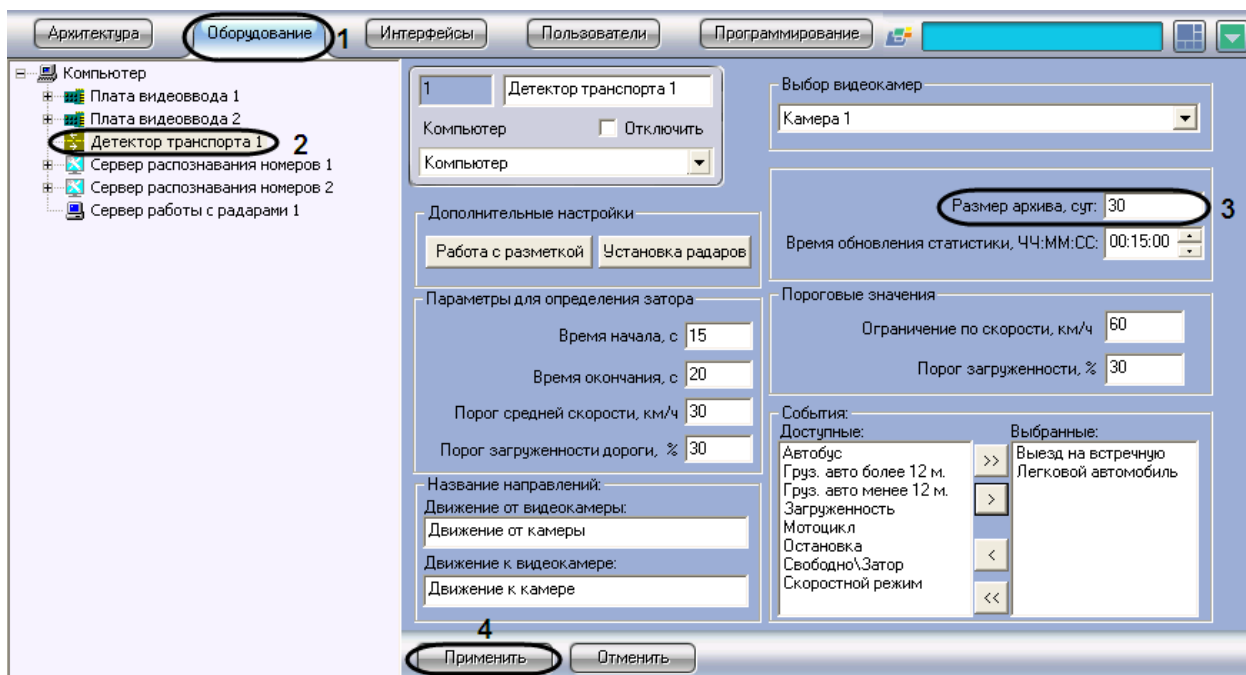

Рис. 7.4—2. Настройка глубины хранения записей в базе данных
2. В дереве объектов на вкладке «Оборудование» выбрать объект «Детектор транспорта», соответствующий настраиваемому программному модулю «Детектор транспорта» (см. Рис. 7.4—2, 2). В правой части вкладки «Оборудование» отобразится панель настройки выбранного объекта.
3. В поле «Размер архива, сут» указать глубину хранения записей в базе данных. Единица измерения параметра «Размер архива» выражается в сутках (см. Рис. 7.4—2, 3).
4. Нажать кнопку «Применить» (см. Рис. 7.4—2, 4).